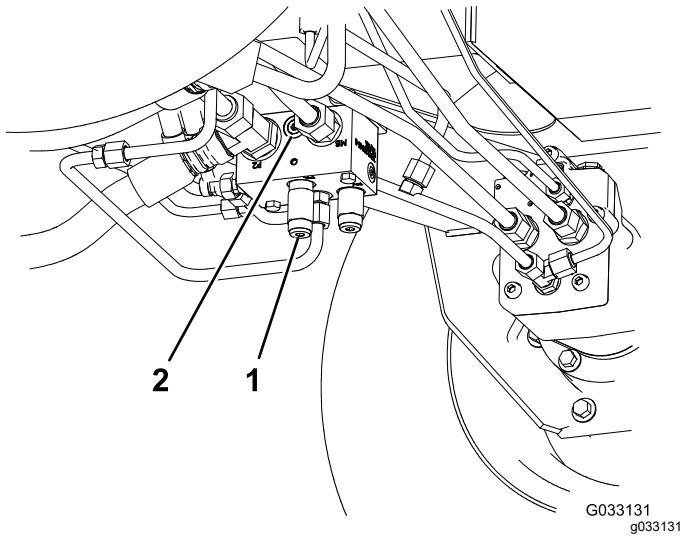

Figura 63
- Pieza Toro N.º 95-0985, empalme (2)
- Pieza Toro N.º 340-77, acoplamiento hidráulico (2)
1. Instale un acoplamiento diagnóstico en el orificio sin marcar que está situado entre los orificios M8 y P2 del colector de tracción trasera (Figura 63).